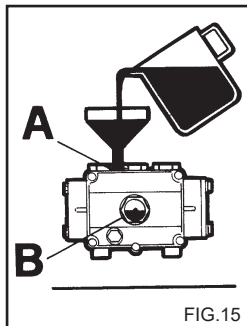

FIG.15
4) Atarraxe a tampa de descarga e introduza o óleo pelo orifício superior (fig. 15) até que alcance o nível indicado no visor (fig. 15B). **Só use óleo SAE 15 W40.**